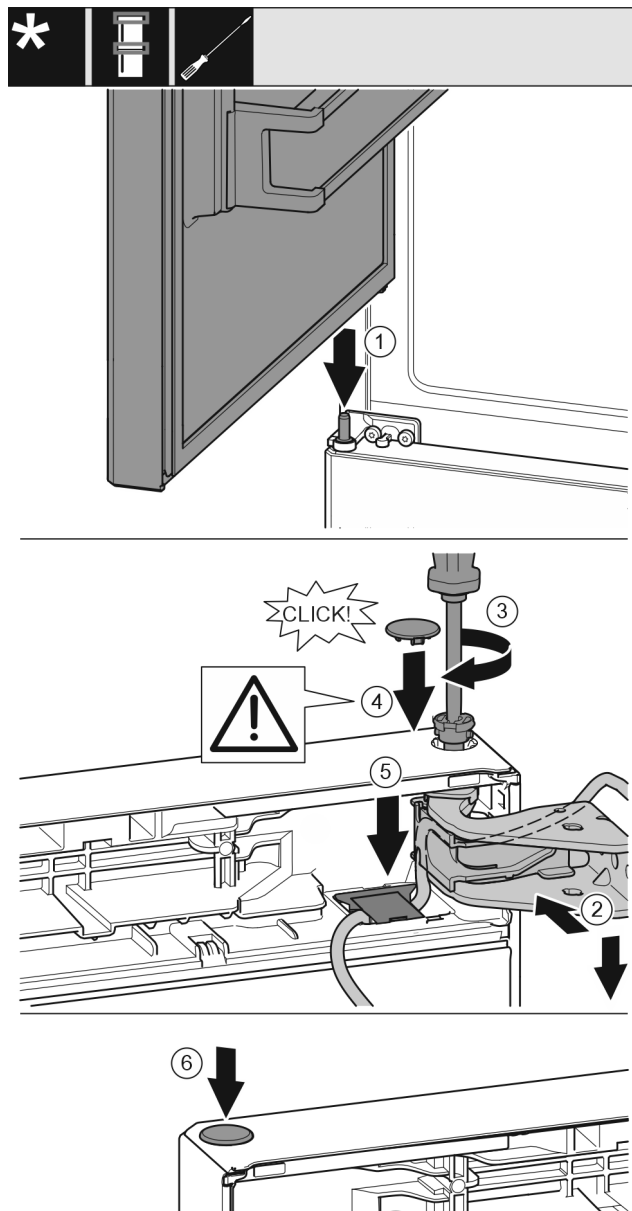

Fig. 42
- ▶ Colocar la puerta superior sobre los pernos de apoyo centrales. Fig. 42 (1)
- ▶ Orientar la parte superior de la puerta respecto a la apertura del soporte de apoyo. Fig. 42 (2)
- ▶ Introducir los pernos y apretar con el destornillador T15. Fig. 42 (3)
- ▶ Montar la cubierta del seguro para asegurar la puerta: Introducir la cubierta del seguro y comprobar que descansa sobre la puerta. De lo contrario, introducir por completo los pernos. Fig. 42 (4)
- ▶ Volver a colocar la cubierta y presionar hacia abajo hasta que quede encajada. Fig. 42 (5)
- ▶ Introducir los tapones. Fig. 42 (6)